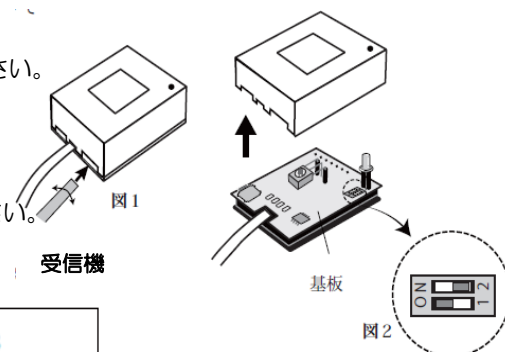

図 2 詳細
- ③ 図 2 の DIP スイッチのパターンにより最大 3 つまでアドレス設定可能です。